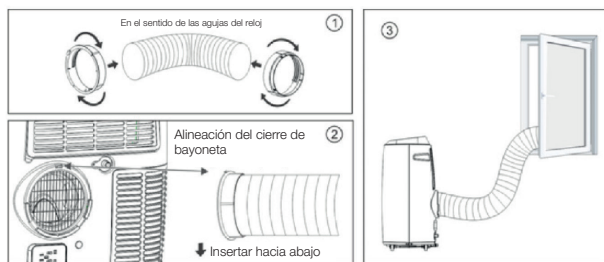

Fig. 9
3. Coloque el otro extremo del tubo de evacuación en el alféizar de la ventana (véase la Fig. 9).